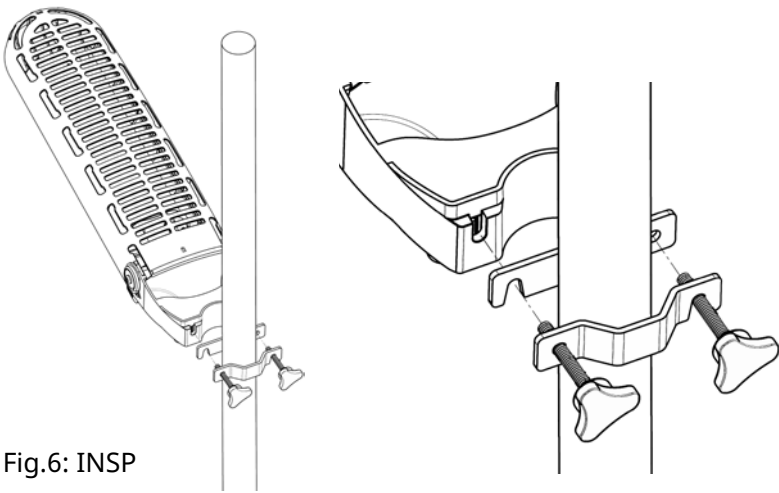
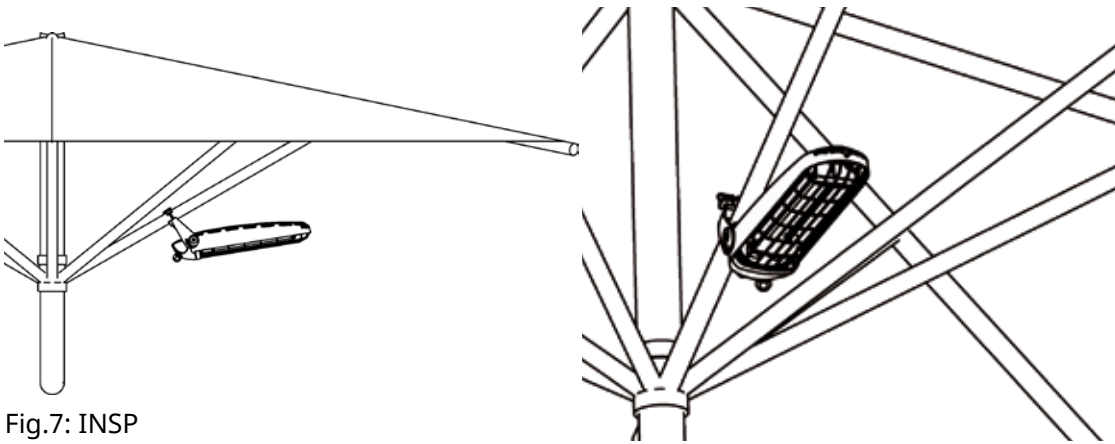
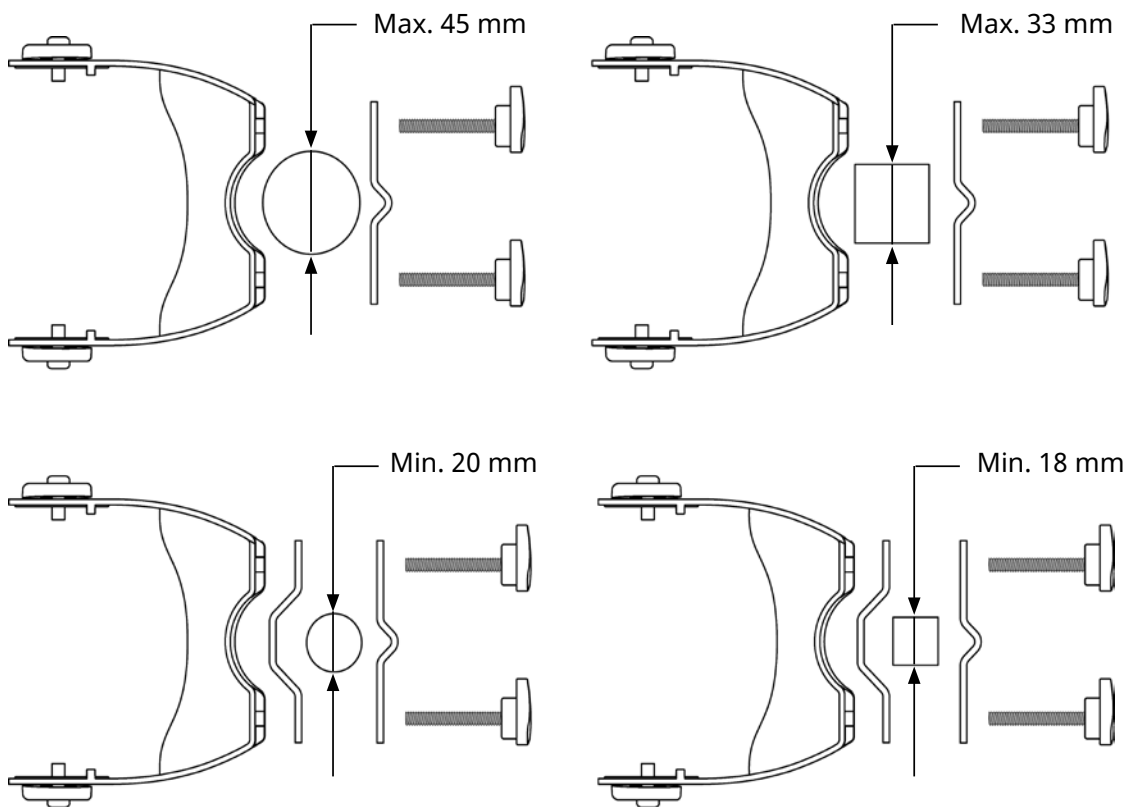

Fig.6: INSP
Fig.7: INSP
Fig.8: INSP
Montering på en stang (fig. 6) eller en parasoll (fig. 7). Varmeren kan festes til en stang eller til spilene på en parasoll med parasollklemmen INSP (tilbehør). Klemmen kan festes på en rund stang/spile med en diameter på 20–45 mm, eller på en firkantet med sider på 18–33 mm. Forsikre deg om at stangen er stabil og solid før du fester apparatet. Monteringsalternativene vises i fig. 8.
1. Kontroller om den innvendige klemmen er nødvendig, se fig. 8.